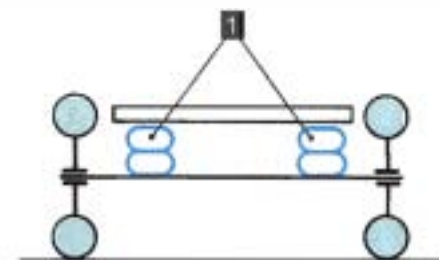

Figure 13.13 • Suspension sur coussin d'air (type Jef).
• **Coussin d'air** (figure 13.13). Une enveloppe élastique contient de l'air sous pression. L'ensemble est monté à la manière d'un ressort (par exemple, Jef-air).